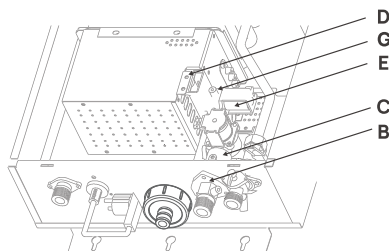
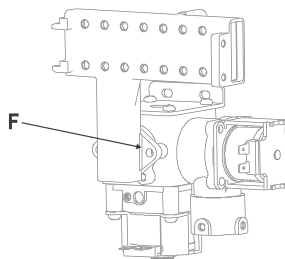

Fig. 9
Fig. 10
Remueva los 3 tornillos que sujetan el cuerpo de entrada de gas al gabinete del aparato (Fig. 9.B).
Remueva el tornillo de unión entre el cuerpo de entrada de gas y la válvula principal (Fig. 9.C), y remueva el cuerpo de entrada de gas.
Remueva los 2 tornillos que sujetan el manifold al quemador (Fig. 9.D).
Remueva el conjunto manifold-válvula principal del aparato. Remueva los tornillos que ensamblan la válvula seccional (Fig. 9.E). Remueva los 2 tornillos que unen el manifold a la válvula (Fig. 10.F).
e. Conecte el manómetro a la toma de presión de la válvula de gas (ver Fig. 9, G).